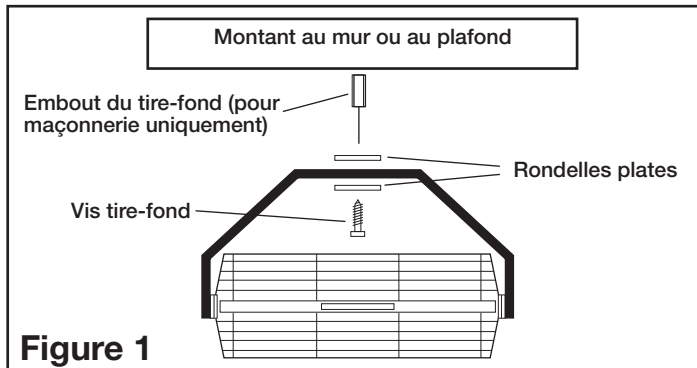

Figure 1
- STRUCTURES DE BOIS :** Localisez un montant mural ou au plafond le plus proche de l'emplacement souhaité pour le ventilateur. Fixez le ventilateur au montant à l'aide d'une vis tire-fond de diamètre de 1,0 cm x 5,1 cm de longueur (non-comprise) (Figure 1).
- STRUCTURES DE MAÇONNERIE :** Fixez le ventilateur au montant à l'aide d'une vis tire-fond de diamètre de 1,0 cm (3/8 po) avec un embout du tire-fond de longueur appropriée (non-comprise) (Figure 1).